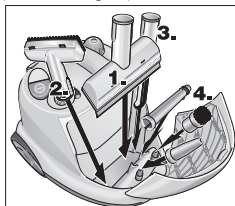

Fig. 9: Compartimento para los accesorios
- Introduzca los accesorios pequeños y las boquillas de limpieza manual, limpieza de ventanas y chorro concentrado en el compartimento de accesorios (véase la fig. 9).